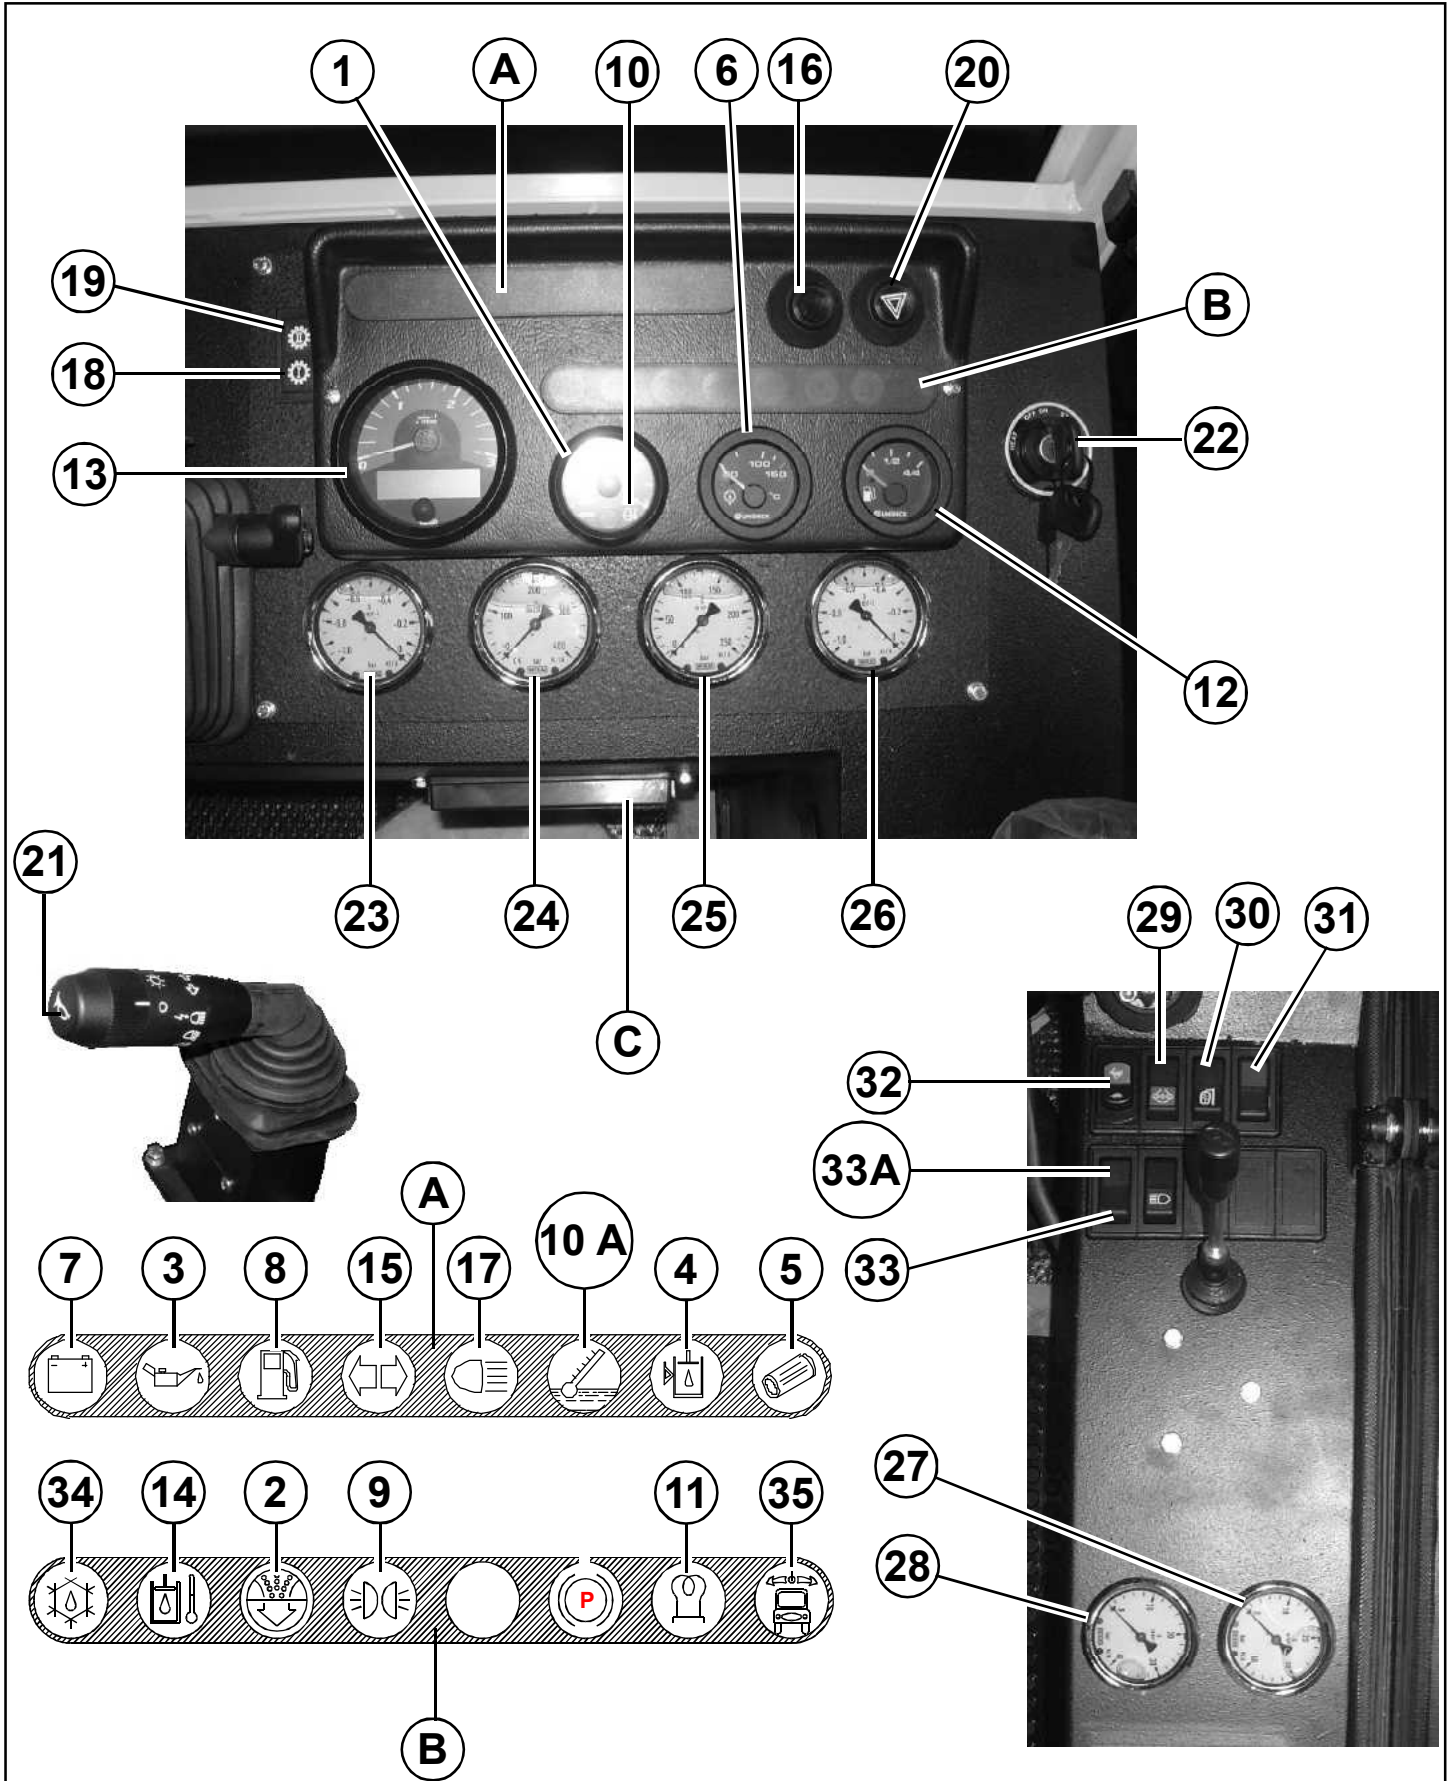

FIG. 10
Als dit niet gebeurt, de vacuummeters controleren (**23 en 26 - Fig. 10 - Pag. 30**) en het of de filters buiten op het reservoir vervangen.
- 24) **FREES DRUK (Fig. 10)**
- 25) **BEDRIJFSDRUK (Fig. 10)**
- 26) **VACUUMMETER POMP FREES (Fig. 10)**
- 27) **VOEDINGSDRUK POMP VOOR VOORUITGANG (Fig. 10).**
Het moet niet aan 15 staven inferieur zijn (Fig. 10 - pag. 30).